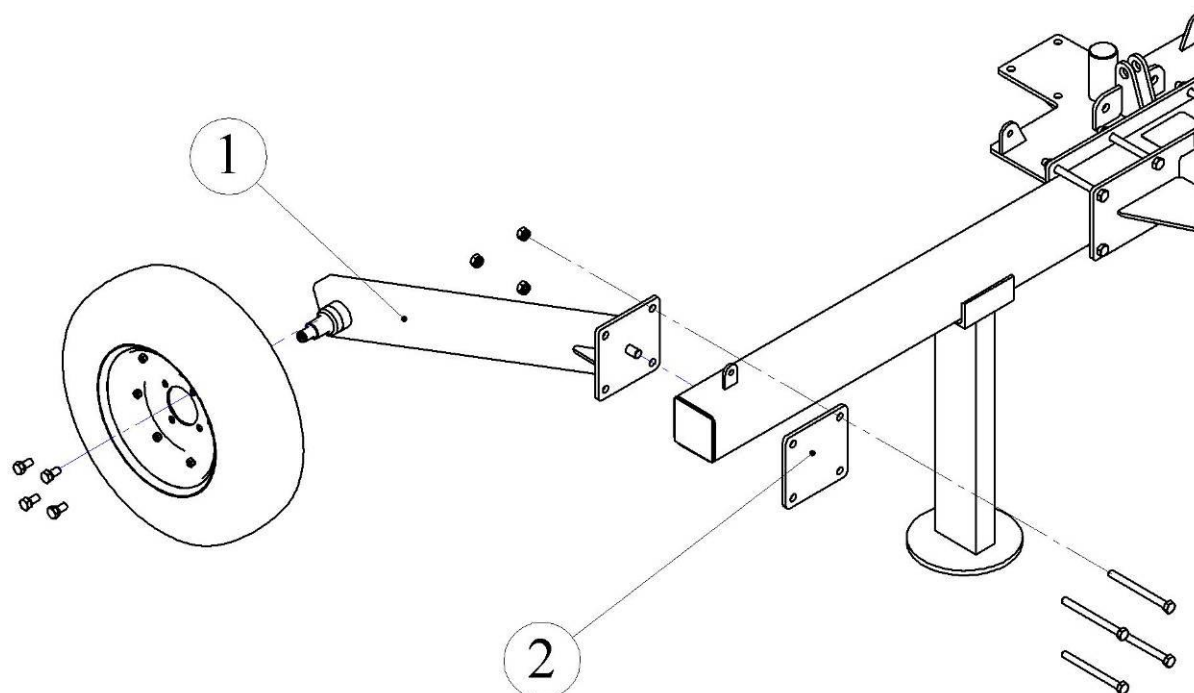

Рис. 4.1.2. Сборка балок колёс ГПП-6
4.1.4. Совместив штифты на балках колес и крайние отверстия на центральной балке, установите правую и левую балки колес (1) с помощью пластин (2) и четырех болтов М12х140, гаек М12, подложив шайбы пружинные (рис. 4.1.2).